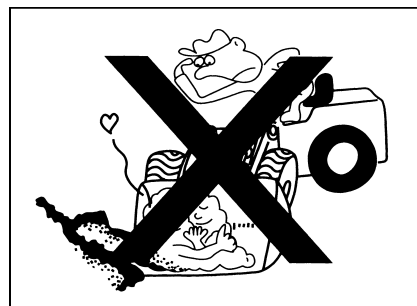

Рис. 1-58
- При плохом состоянии дороги и не стабильной погрузке следует осторожно управлять, избавить от коробления погруженного вещества(рис. 1-58).